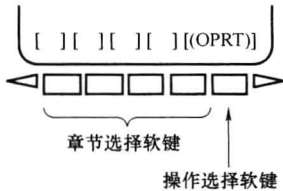
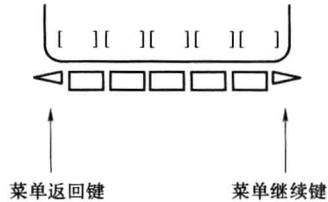

图 1-2 章节选择软键及操作选择软键
图 1-3 菜单返回键和菜单继续键
择软键”，如图 1-2 所示。这五个软键的用途是可变的，在按下不同的功能键后，它们各有不同的当前用途，依据 CRT 显示界面最下方显示的五个软键菜单提示，可以分别确定其当前用途。
处于七个软键两端的两个键是用于扩展软键菜单的，分别称为“菜单返回键”和“菜单继续键”，如图 1-3 所示。虽然屏幕上只有五个软键菜单位置，但按下菜单返回键和菜单继续键，可以依次显示更多的软键菜单。
- 2) 按下其中一个“章节选择软键”（见图 1-2），则该软键所规定的界面显示在屏幕上。如果某个章节选择软键提示没有显示出来，按下菜单继续键（见图 1-3），可以扩展显示菜单，显示出下一个软键菜单。
- 3) 当所选界面在屏幕上显示后，按下“操作选择软键”（见图 1-2），以显示要进行操作的数据。
- 4) 为了重新显示屏幕上的软键提示行，按菜单返回键（见图 1-3）。